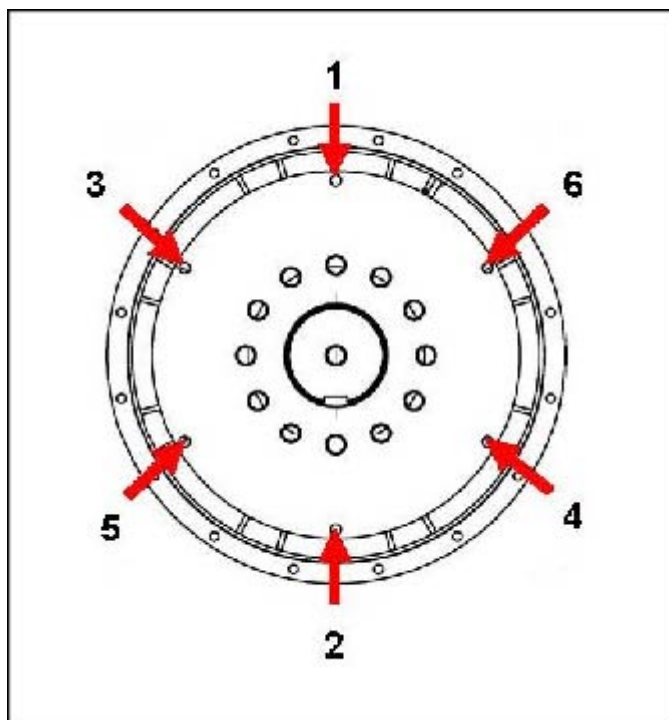

FIGURA 23. SEQUENZA DI FISSAGGIO AL VOLANO
10. Serrare i bulloni che fissano il disco di accoppiamento al volano, nella sequenza indicata in Figura 23 a pagina 45